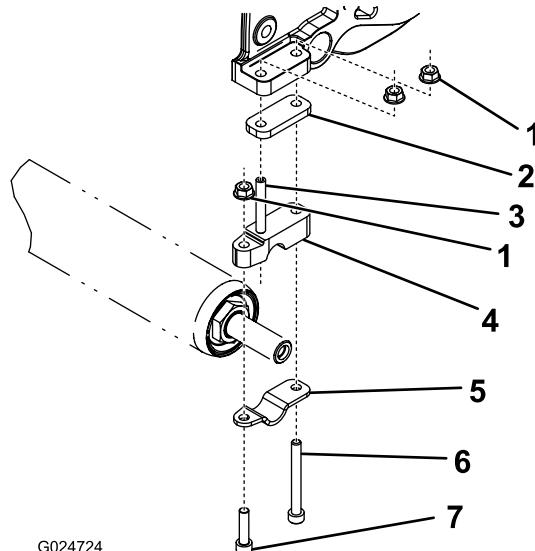
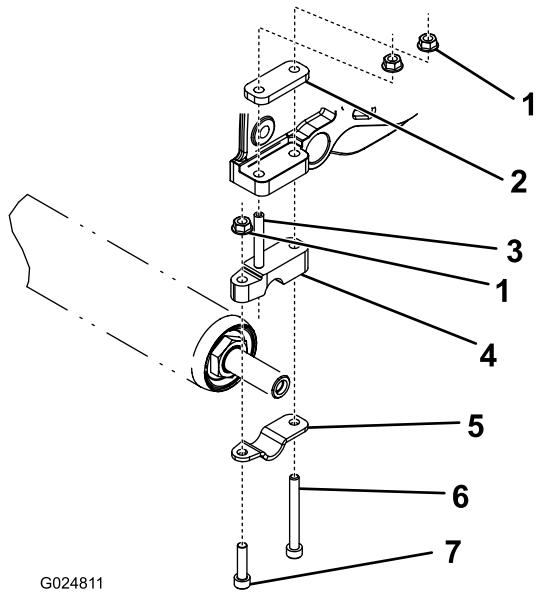

Figura 2
Figura 3
3. Installate le parti sciolte e lo spessore rimosso in precedenza come mostrato in Figura 2 o Figura 3, a seconda dell'altezza di taglio desiderata.